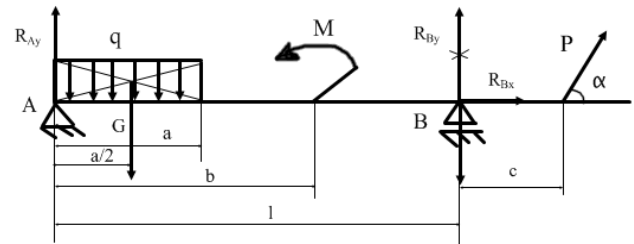

рис.2
1. Освобождаем балку от опор, заменив их действия реакциями R_{Ay} , R_{By} и R_{Bx} (рис.2)